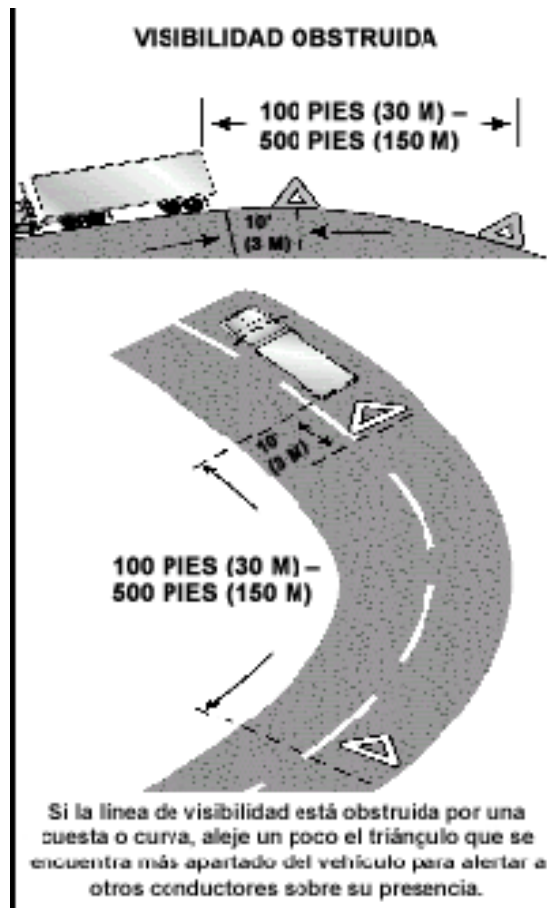

Figura 2.10
- En cualquier cuesta, curva u otra obstrucción que no permita que otros conductores vean su vehículo, se deben colocar atrás, dentro de los 500 pies (150 metros). Si la línea de visibilidad está obstruida por una cuesta o curva, coloque el triángulo que está más alejado del vehículo en un punto más apartado en la carretera para alertar a otros conductores acerca de su presencia. *Ver la figura 2.10*